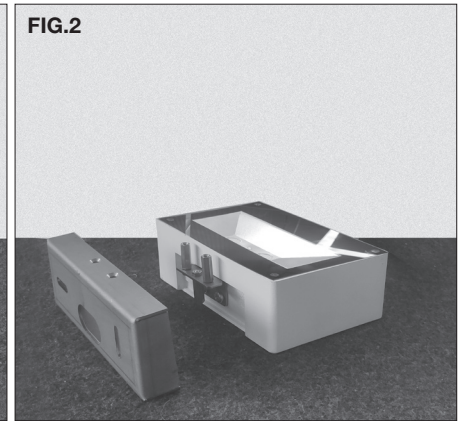

FIG.2
- Ouvrez le couvercle. **FIG.2**